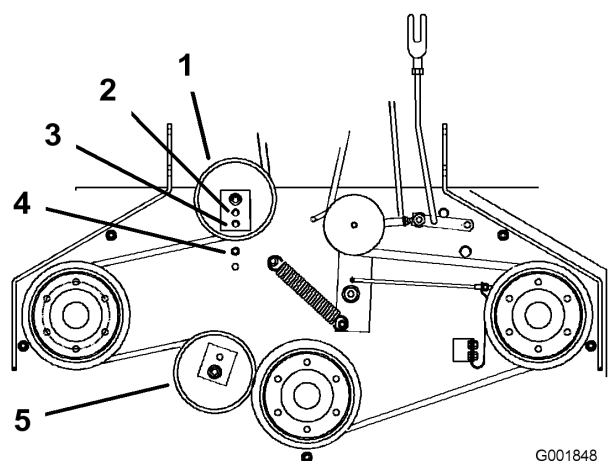

Figura 40
6. Si no es posible ajustar más el tensor y la correa todavía está floja, será necesario cambiar la polea tensora trasera al taladro central o delantero (Figura 40). Utilice el taladro que permita un ajuste correcto.
7. Cuando se cambia de posición la polea tensora, será necesario cambiar también la guía de la correa. Mueva la guía de la correa a la posición delantera (Figura 40).